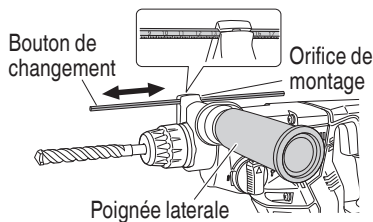

Fig. 22
7. Utilisation de la quenouille (Fig. 22)